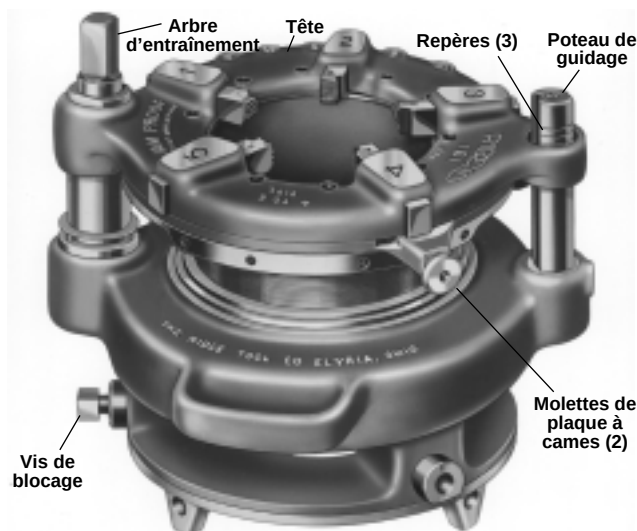

Figure 25 – Fileteuse N° 161 avec arbre d'entraînement vers le haut
2. Tirez sure les molettes de la plaque à cames (*Figure 25*) et tournez la plaque jusqu'au diamètre de tuyau indiqué sur la tête de filière. Lâchez les molettes dès que les broches de calage s'engage dans les trous de la plaque de sélection.
Tenez le porte-pièce et tournez le carré de l'arbre d'entraînement ou le carter d'engrenages à la main pour l'aligner sur le repère approprié du poteau de guidage. (*Figure 25*)
2. Tirez sur les molettes de la plaque à cames (Figure 25) et tournez la plaque à cames jusqu'au repère CD qui se trouve en partie haute de la tête de filière.